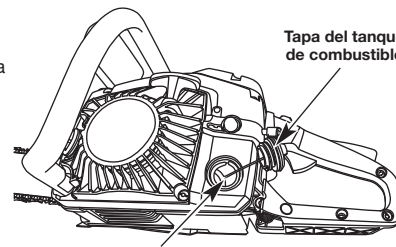

Fig. 5
1. Coloque la unidad sobre el costado de manera que el tanque de gasolina quede mirando hacia arriba (Fig. 5).